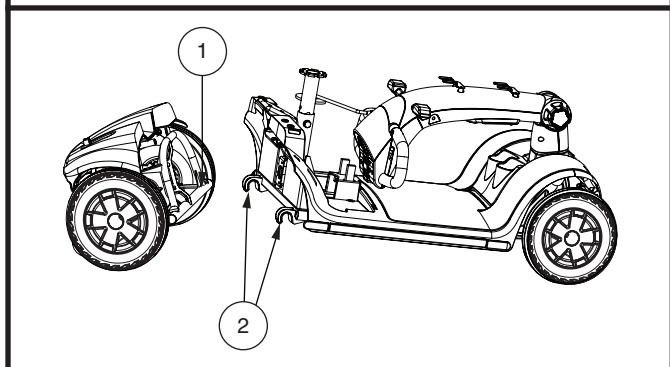

Figure 22. Séparation des sections
4. Soulevez la section avant afin de complètement dégager et séparer les crochets de la section arrière. Voir figure 22.
5. Séparez lentement les sections. Voir la figure 22.
1. Positionnez les sections. Voir la figure 22.
2. Prenez le levier de blocage pour soulever la section avant en alignant les crochets de section avant avec les tubes de la section arrière. Voir la figure 22.